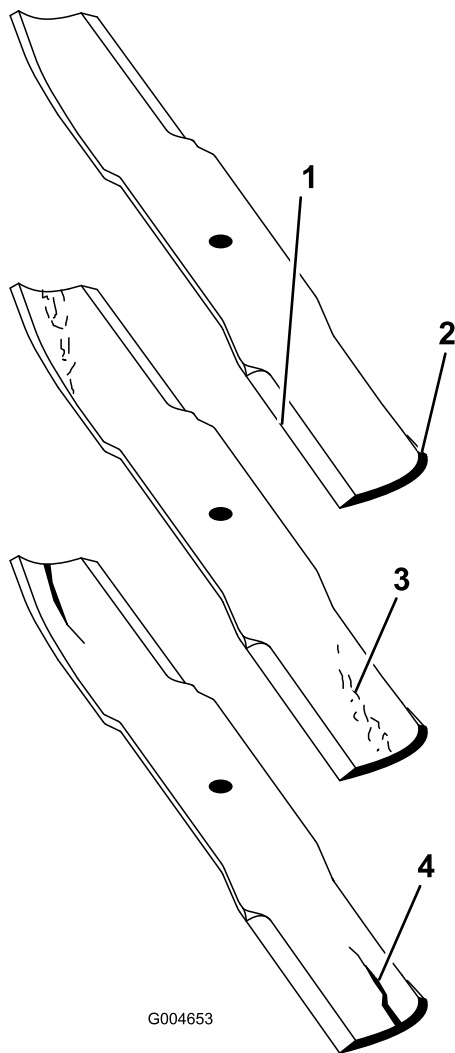

Bild 93
1. Untersuchen Sie die Schnittkanten (Bild 93).
2. Prüfen Sie die Schnittmesser, insbesondere den gebogenen Bereich (Bild 93).
Hinweis: Wenn Sie Schäden, Verschleiß oder Rillenbildung in diesem Bereich feststellen, sollten Sie sofort ein neues Schnittmesser einbauen (Bild 93).